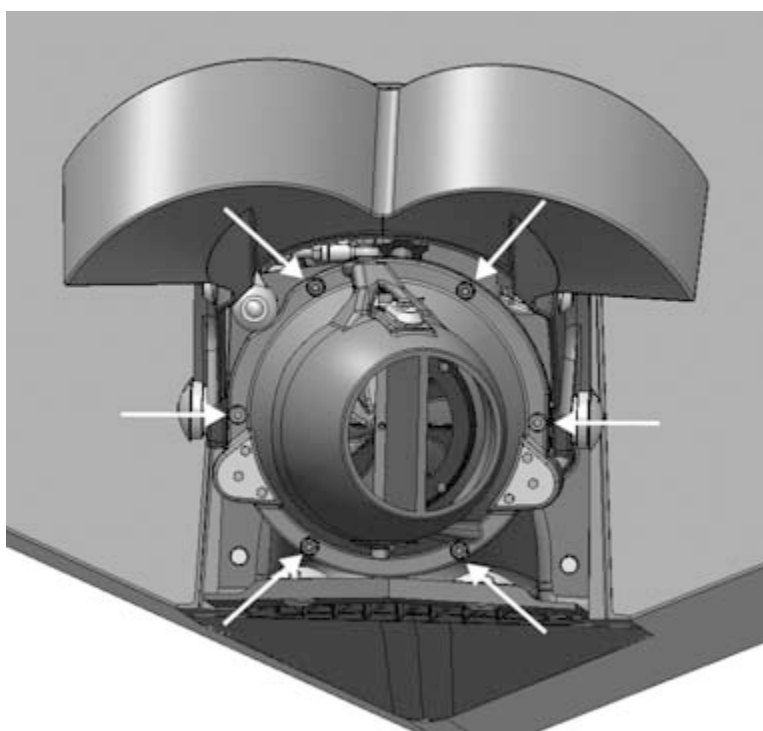

Рисунок 26. Крепежные винты статора
2. Открутите шесть крепежных винтов статора (рис. 26).